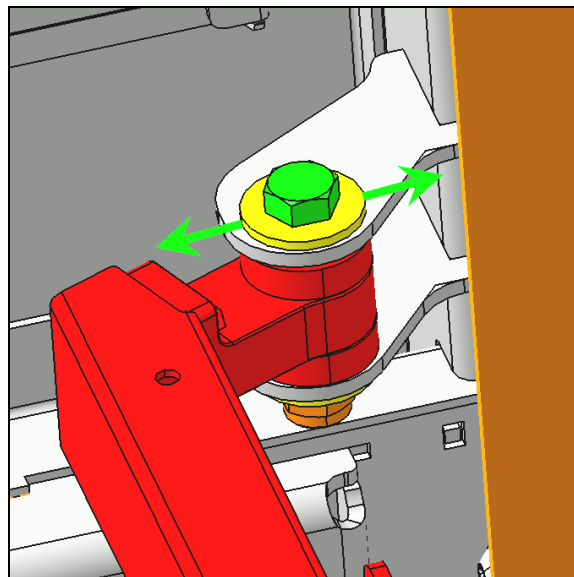

FIGURE 119:
7. Vérifier le jeu entre la porte et l'aile arrière au niveau du bras inférieur de la porte. Le jeu devait être 1/4" (6 mm) (Figure 119:).